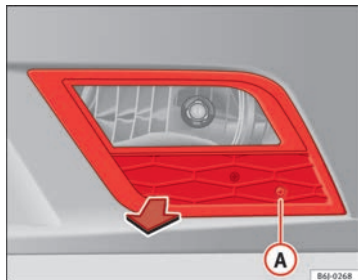

Fig. 158 Faro antiniebla
- Retire el tornillo ⇒ fig. 158 (A) de la reja del faro antiniebla precisando para ello un destornillador.